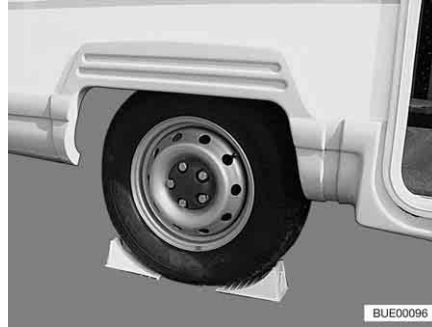

Bild 276 Säkra fordonet
- Använd stoppklossar eller liknande lämpliga föremål på det motsatta hjulet för att säkra fordonet (Bild 276).